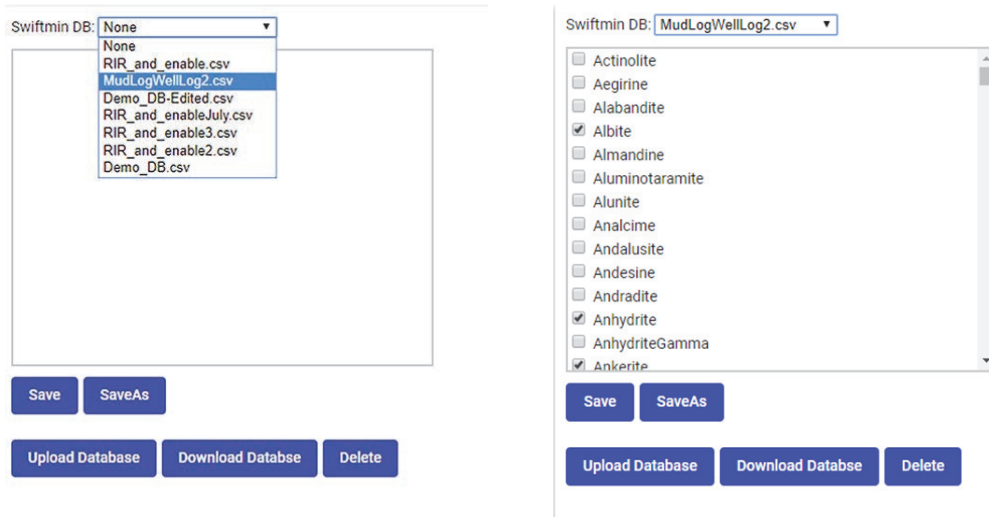

Abbildung 5-8 Auswählen einer Datenbank (links) und Bearbeiten der Mineralliste (rechts)
2. Wählen Sie den in der Liste **SwiftMin DB** den Pfeil nach unten aus, um die Datenbank auszuwählen (Abbildung 5-8 auf Seite 80).
3. Aktivieren Sie in der Mineralliste das Kontrollkästchen des Minerals, das Sie in der Datenbank aktivieren oder deaktivieren möchten (Abbildung 5-8 auf Seite 80)